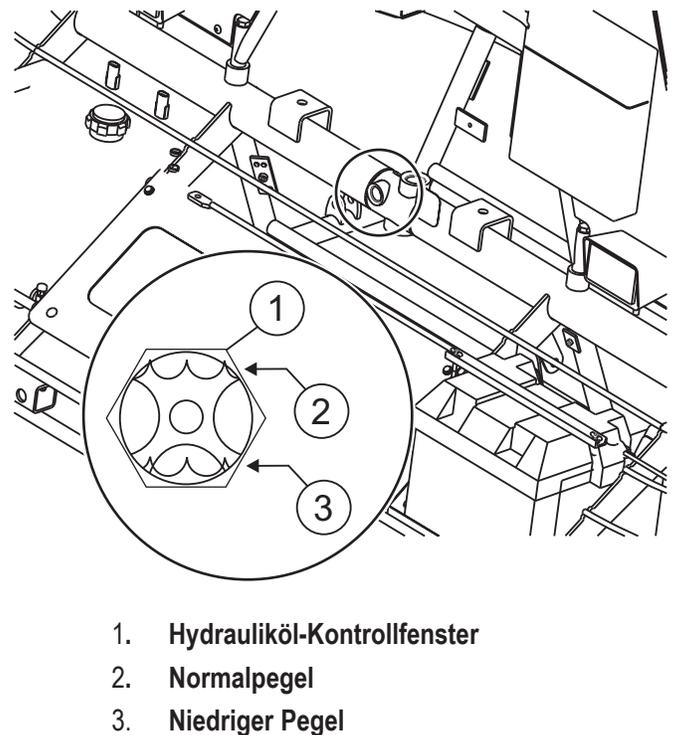

Abbildung 7. Hydrauliköl-Kontrollfenster
2. Ziehen Sie den Motorölmessstab aus seiner Halterung heraus (1, Abb. 7).
3. Stellen Sie fest, ob der Motorölstand zu niedrig ist (4). Der Ölpegel muss zwischen der oberen und unteren Grenzmarkierung (Öl nachfüllen) liegen.
Stellen Sie anhand des Hydrauliköl-Kontrollfensters fest, ob der Hydraulikölstand zu niedrig ist (Abb. 7). Der Hydrauliktank besitzt eine höher angebrachte Überlaufflasche. Der Nachfülldeckel darf **NICHT** entfernt werden, wenn das Öl heiß ist oder Verschüttungsgefahr besteht.